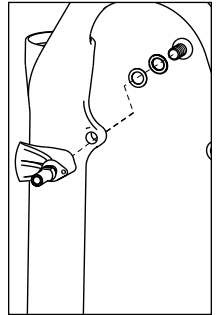

Abb. 6
1. Bringen Sie den Bremsadapter mit den beiliegenden Befestigungsteilen am Gabelbein an (Abb. 6).